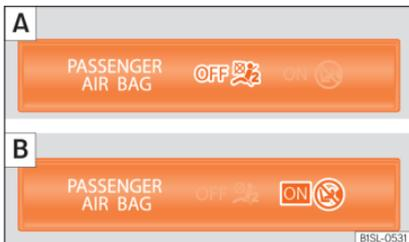

Abb. 16 Am Innenspiegelhalter: Kontrollleuchte für Abschaltung der Beifahrerairbags.
- Überprüfen Sie nach dem Abschalten des Airbags, dass bei eingeschalteter Zündung die Kontrollleuchte **OFF** ; im Schriftzug **PASSENGER AIR BAG OFF** ; am Halter des Innenspiegels leuchtet »» **Abb. 16**.